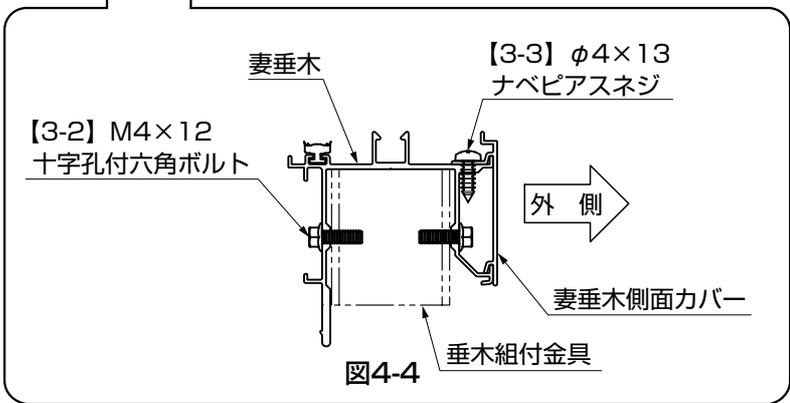

図4-4
- ①妻垂木を桁・垂木掛けに【3-2】で取付けてください。
- ②妻垂木側面カバーを妻垂木に【3-3】で取付けてください。(図4-1、図4-4参照)
- 妻垂木には取付ける向きがあります。図4-1、図4-4を参照して取付けてください。